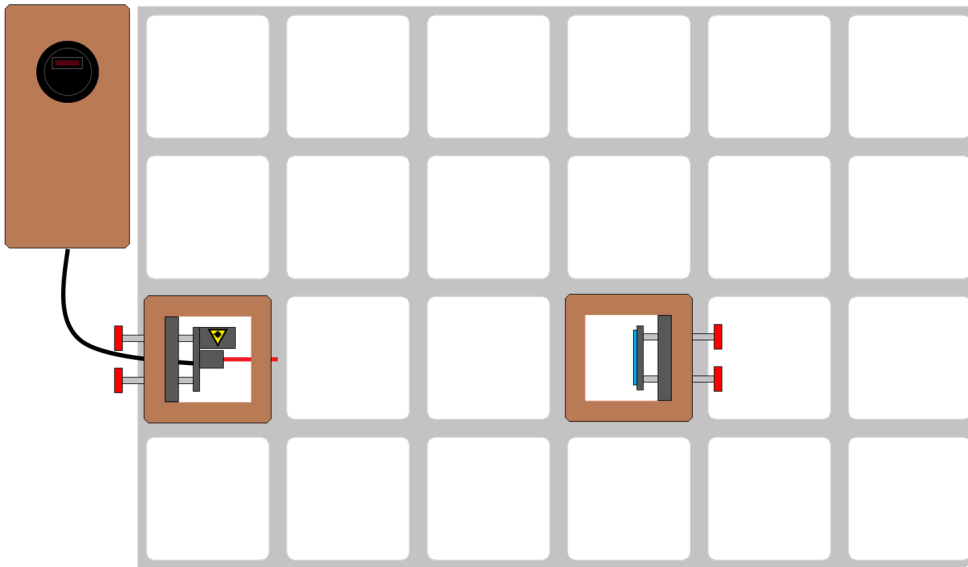

Abb. 2 – Justieren des ersten Spiegels
Wir modellieren das Laserlicht als elektromagnetische Welle mit Wellenlänge  $\lambda = 650nm$  (rotes Licht). Die beiden sinusförmigen Teilstrahlen unterscheiden sich nur in der zurückgelegten Wegstrecke. Dadurch verändert sich nicht die Wellenlängen wohl aber die Orte von Maxima und Minima der Teilwellen (Abb. 2).
- ② Entferne die Linse und den Schirm aus dem Aufbau und ergänze einen der Spiegel (Abb. 2). Justiere dann den Spiegel so, dass der Laserstrahl genau in die Laserdiode zurück reflektiert wird.